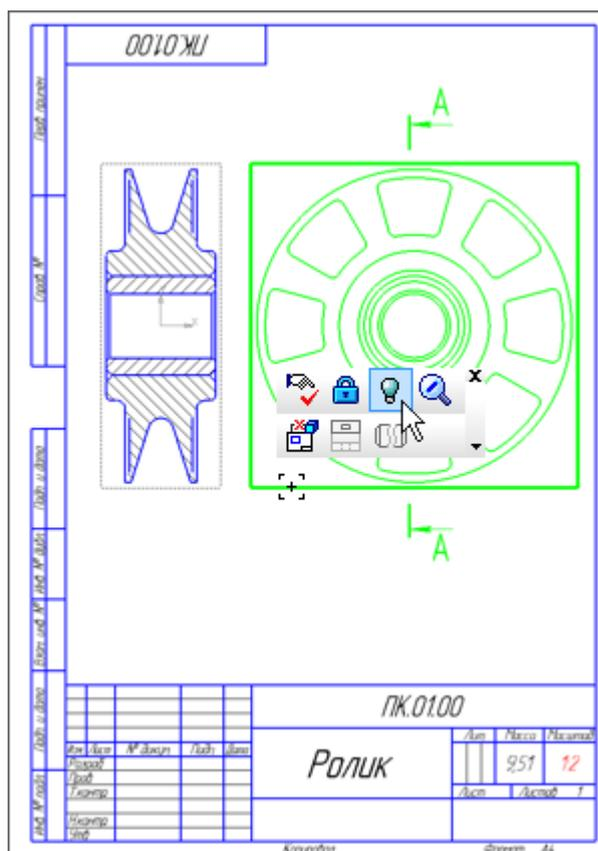

Рисунок 7
- Нажмите кнопку Погасить вид  на Контекстной панели — вид исчезнет с чертежа (рис.7).